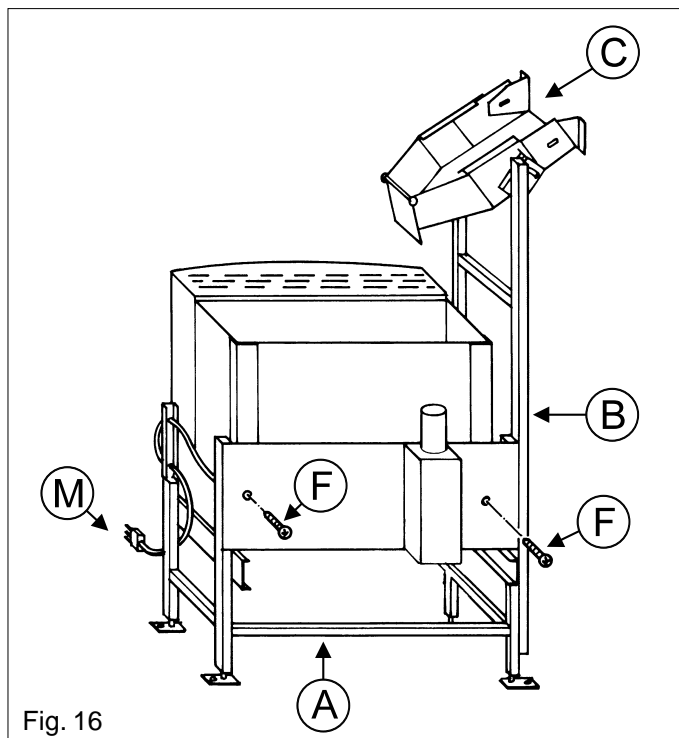

Fig. 16
- 3) Agire sui piedini a zampa d'oca (S) avvitando o svitando per livellare il telaio.
- 4) Prima di fissare il basamento al pavimento rimuovere le due viti (F) posteriori di blocco necessarie per il trasporto. Fig. 16